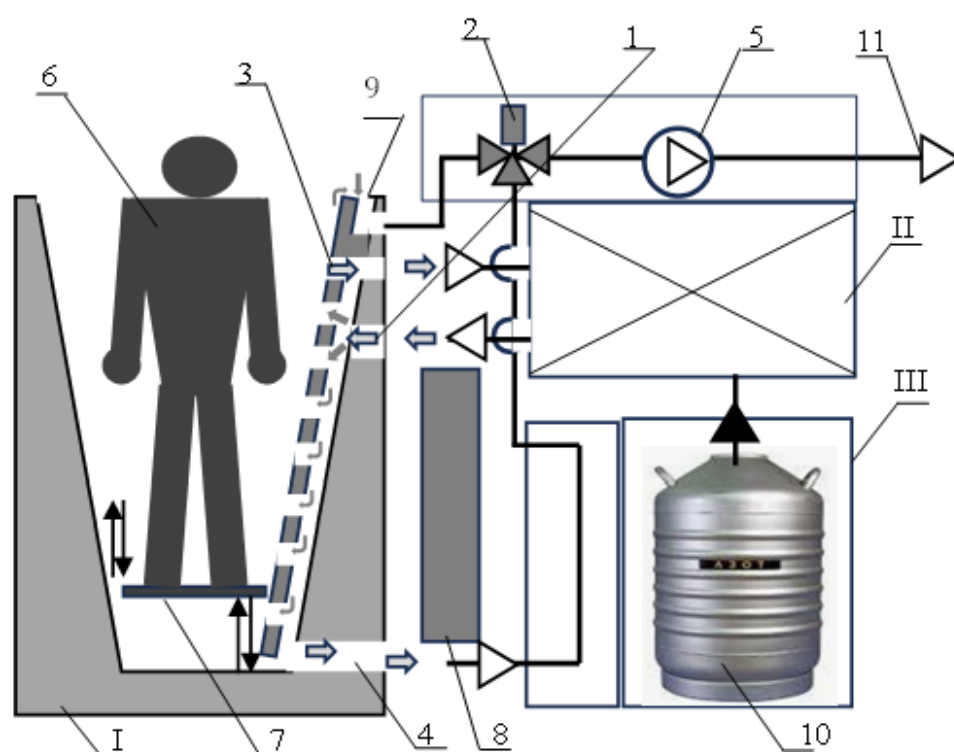

Рис. 2. Принципиальная технологическая схема
В работе комплекса выделяются два основных режима: “Работа” и “Сушка”, В режиме “Работа” выделяют три последовательных субрежима; ПАУЗА, ПОДАЧА, ФИНИШНАЯ, ОТКАЧКА (см.рис. 2).
В субрежиме «Финишная откачка» подвижный пол опускается в нижнее положение и теплоноситель удаляется из кабины вентилятором 5 (рис.2). Комплекс переводится в режим готовности к следующей процедуре.
2.3. Сброс отработанных паров теплоносителя из установки должен осуществляться через отбросную линию 11 (рис.2) на улицу. Высота отверстия для подключения отбросной линии рекомендуется не менее 2,0 м от уровня пола, на котором смонтирован комплекс. В случае подключения линии 11 к общей вытяжной вентиляции помещения или к уличным стоякам-воздуховодам требуется консультация специалиста.